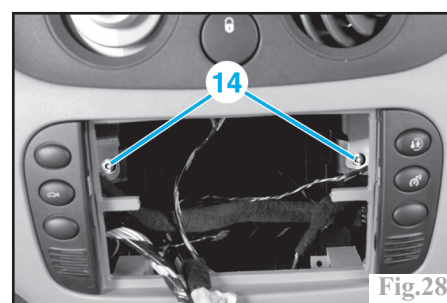

Fig.28
-les vis de fixation (14) (Fig.28).